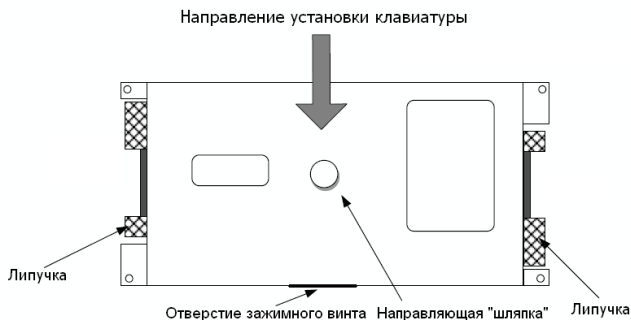

Рис. 3. Металлический кронштейн
- Подсоединение клавиатуры к металлическому кронштейну: вставьте клавиатуру в металлический кронштейн таким образом, чтобы направляющая "шляпка" вошла в желоб на задней стороне корпуса клавиатуры (см. рис. 3).